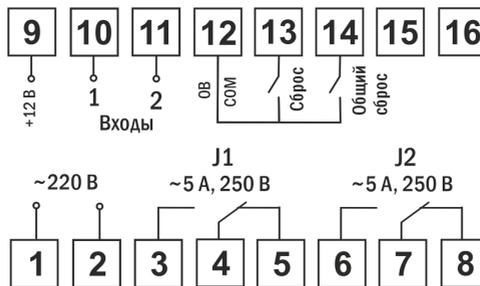
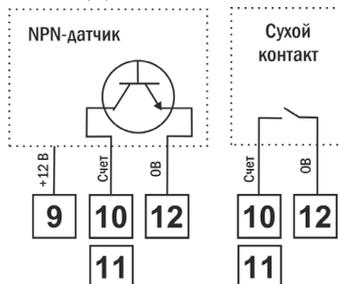

Рис. 3
Рис. 4
2.1 Подключите прибор согласно схеме подключения (рис. 3). Подключение датчиков к счетному входу 1 представлено на рис. 4. Схема подключения датчика к счетному входу 2 аналогична за исключением того, что его выход подключается на клемму 11.
- В режимах работы реле N0...R (см. п. 2.6 и таблицу режимов работы реле) сброс счета на индикаторе 1 может осуществляться кнопкой ■ на передней панели или по внешнему сигналу «сухой контакт» (клемма 13, «Сброс», рис. 3).
- В режимах Z0, Z1, Z2 сброс счета на индикаторе 1 производится аналогично, а сброс общего количества импульсов и числа циклов включения реле на индикаторе 2 – по внешнему сигналу «сухой контакт» (клемма 14, «Общий сброс», рис. 3).